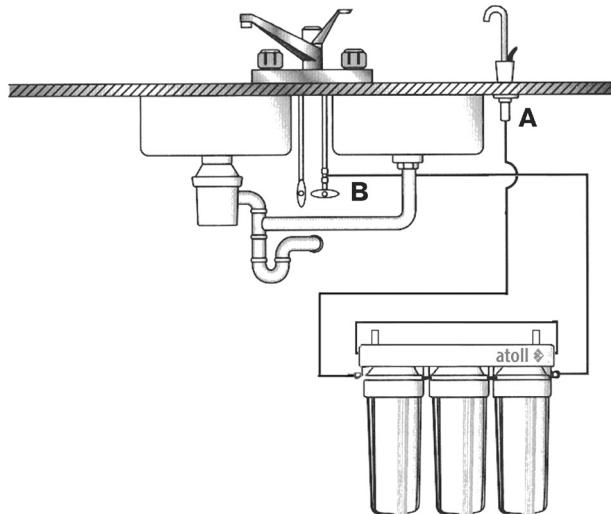
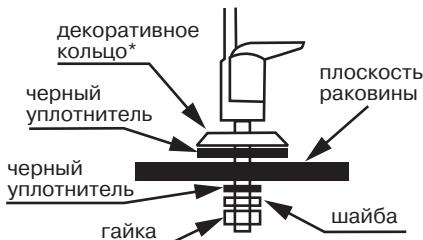

Рис. 1. Схема подключения фильтра
Рис. 4
Монтаж крана чистой воды* производите со-гласно рис. 4. Мы рекомендуем не затягивать гайку крана до завершения монтажа и проверки работоспособности системы, чтобы была воз-можность убедиться в отсутствии подтекания воды в месте соединения корпуса крана и резь-бовой трубы. В комплекте с краном чистой воды для герметизации соединения с трубкой может поставляться набор деталей для подключения, либо кран может иметь в своем составе быстро-разъемный коннектор. На рис. 5а, б, в приведе-ны способы подключения трубы к крану чистой воды (рис. 1).
2.5. Подсоедините трубку от порта IN фильтра к шаровому крану подачи воды (рис. 1).
2. Откройте кран подачи воды (B).
3. Откройте кран чистой воды (A).
5. Через 2-3 минуты закройте кран чистой воды (A). Система готова к эксплуатации.
7. Убедитесь в отсутствии протечки внизу корпуса крана чистой воды, затяните гайку крана (см. рис. 4).